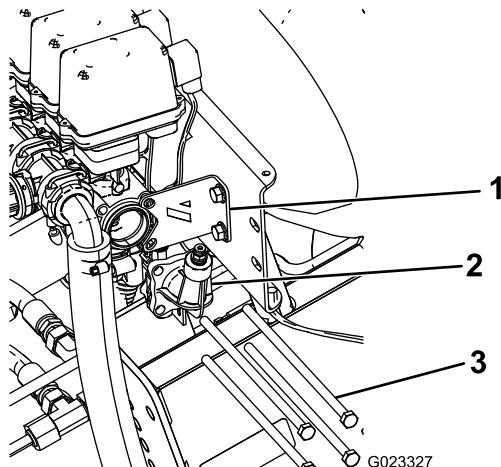

図10
1. 水圧ゲージポートをブームバルブに取り付けている長いボルト4本を外して廃棄する図10。平ワッシャとナットは捨てないこと。
2. スタビライジング・ブラケットをバルブ・アセンブリに固定しているボルトとナット2組を外して保管する図10。